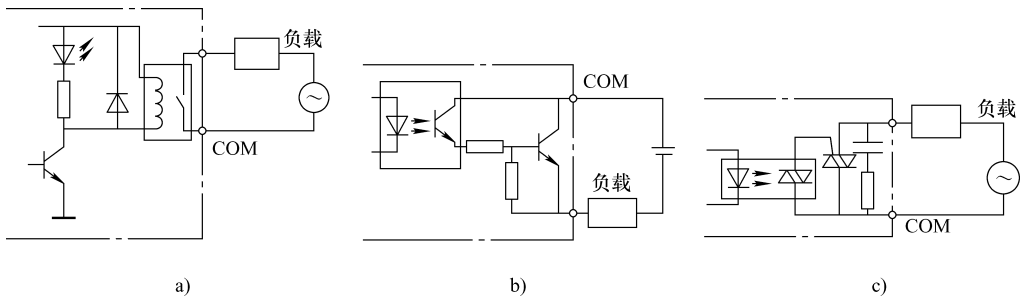

图 1-4 输出接口电路
2) 输出接口电路: PLC 的输出有三种形式: 继电器输出、晶体管输出、晶闸管输出。图 1-4 给出了 PLC 的输出电路图。每种输出都采用了电气隔离技术, 电源由外部供给, 输出电流一般为 0.5 ~ 2A, 输出电流的额定值与负载的性质有关。